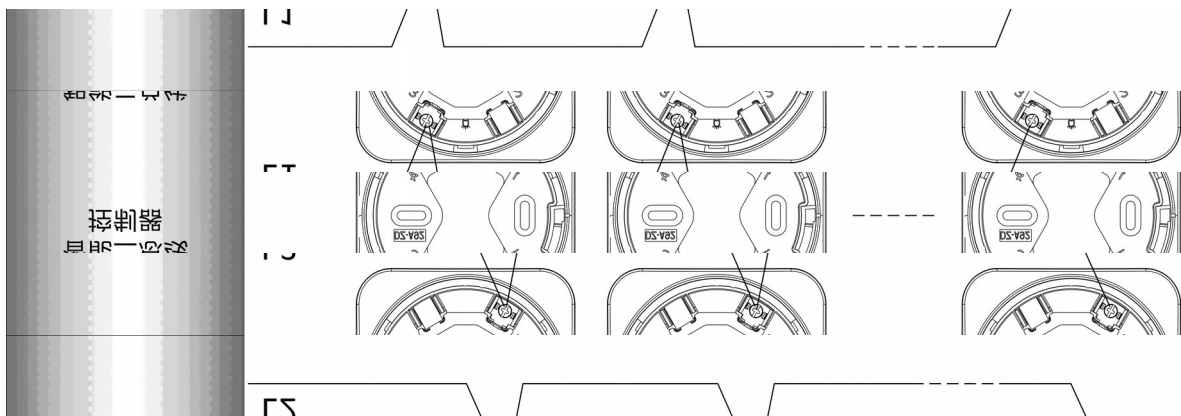

图 3
2. 接线方式：声光警报器通过两线制总线接入相兼容的火灾报警控制系统，采用无极性连接，总线的 L1、L2 与配套底座的 1 端和 3 端相连。多个声光警报器与控制器连接的示意图如图 3 所示。
2. 切断控制器工作电源，按施工图纸，先将所有底座按图 3 方式正确连接；